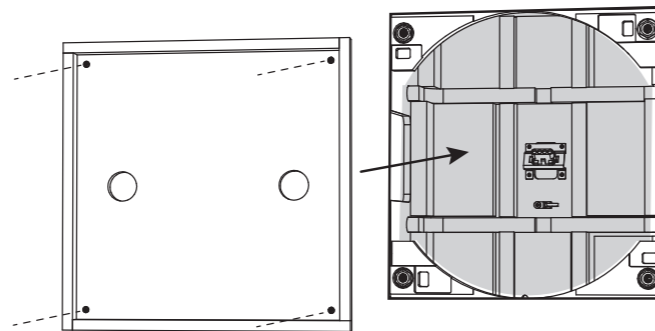

Fig. 5. Drywall Removed from the Aperture, and Cover Installed
2. Après l'installation de la cloison sèche, découpez soigneusement le trou dans la cloison sèche avec un outil à main approprié, en utilisant l'ouverture rectangulaire de la boîte arrière comme guide (Fig. 5). Veillez à ne pas couper les fils des haut-parleurs ou le bois du dos. Assurez-vous que l'ouverture de la cloison sèche n'est pas plus grande que l'ouverture du dos. Retirez toute poussière ou débris de l'intérieur de la boîte arrière.